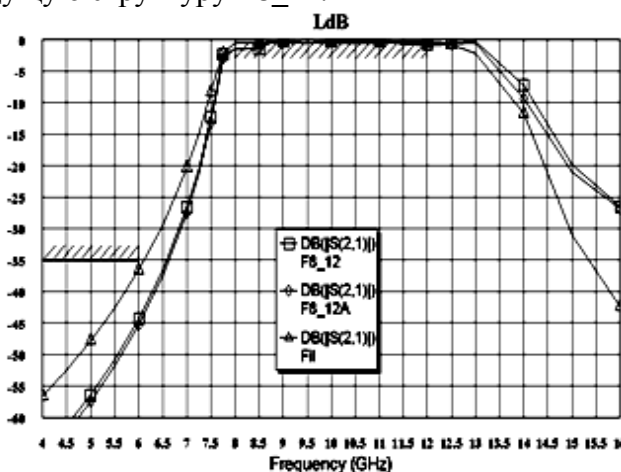

Рис. 3.17
10. Удалите предыдущую структуру **F8_12A**. Скопируйте оставшуюся структуру **F8_12** и переименуйте её в **F8_12A**. Чтобы ещё сузить полосу пропускания расширьте третьи и четвёртые шлейфы на 0.1, как описано в пп.1-5 и выполните анализ. Рассчитанный график показан на рис. 3.17. Удалите предыдущую структуру **F8_12**.